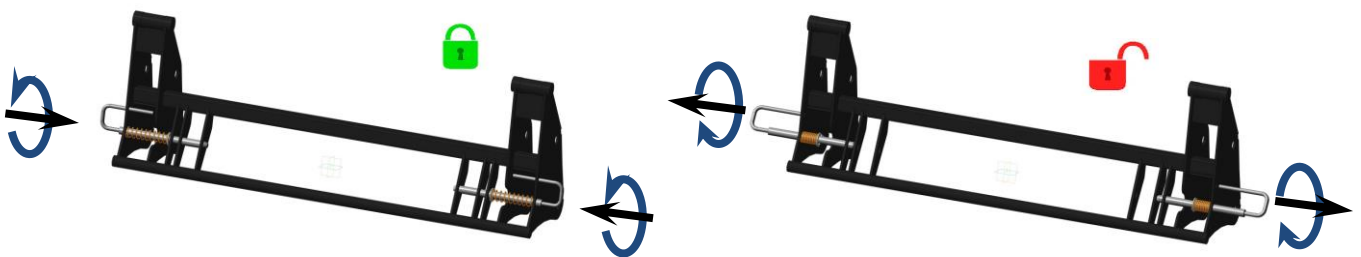

Рис. 1.21 – Подвеска Универсал Basic
1.4.11 **Подвеска** – механизм, предназначенный для быстрой смены рабочих органов (рис. 1.21, 1.22, 1.23). Подвеска значительно сокращает время **демонтажа и монтажа рабочих органов с погрузчика**. Открытие и закрытие подвески осуществляется вручную (Basic, Standard, Robust, Long (4,5), 400), полуавтоматически - закрывается при помощи взводной пружины и сбивания стрелой рычага (VIP, Premium), автоматически - при помощи гидроцилиндра (Premium, опция). Контролируется визуально (Basic, Standard, Robust, Long (4,5), 400, VIP, Premium) или при помощи датчика (автоматическая подвеска Premium).